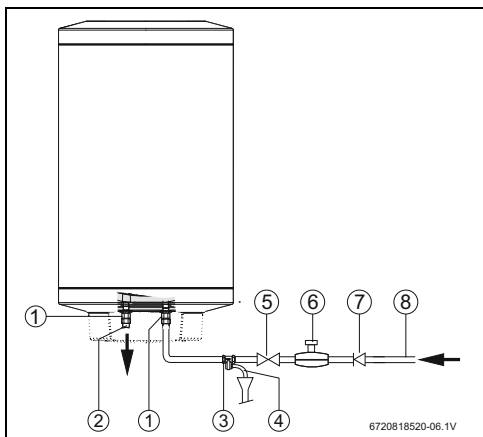

Рис. 9 Подключение воды
Для предотвращения неисправностей, вызванных неожиданными колебаниями давления в водопроводной сети, рекомендуется установить перед баком обратный клапан (рис. 9, [7]).
- ▶ Установите предохранительный клапан на подводе холодной воды к баку (рис. 9).
Если давление воды превышает 80 % от максимально допустимого давления бака (6,4 бар), то установите редукционный клапан (рис. 9).
- ▶ Закройте водопроводный кран (→ рис. 9).